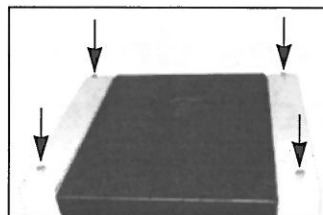

Abb. 4
- Beigelegte Schrauben M8 in die vier Einsteckmuffen auf der Oberseite der Modulelemente eindrehen (siehe Abb. 4).